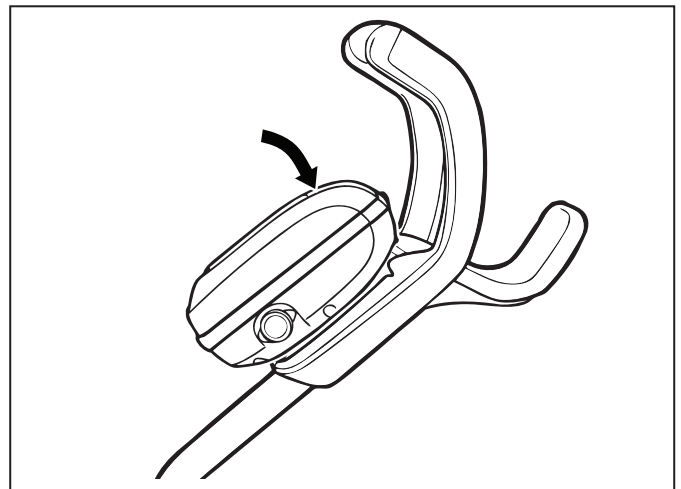

Figure 10. Fixer le module de commande au chariot
2. Exercer une pression sur le module de commande jusqu'à ce qu'il s'encliquète et se verrouille en position sur l'attache du chariot (Figure 10).